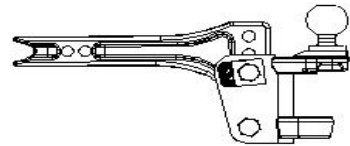

Fig. 7
- Les dispositifs de répartition de charge sont vendus avec ou sans barre de remorquage (C). Certaines installations peuvent exiger une barre de remorquage plus longue. Des butoirs de pare-chocs allongés, des capots de caisse ou des pneus de rechange montés à l'arrière peuvent limiter l'angle de braquage si une barre de remorquage allongée n'est pas utilisée. Les barres de remorquage sont disponibles dans des longueurs et hauteurs variées.
- Insérer la barre de remorquage dans le boîtier d'attelage et installer la cheville (D) et l'agrafe à ressort (E). Placer le montage de boule sur la barre de remorquage et bouger de haut en bas de façon que le dessus de la boule se situe à environ 1/2 à 1 po au-dessus du dessus du coupleur. La barre de remorquage peut être utilisée dans la position haute ou basse (voir la Fig. 7).